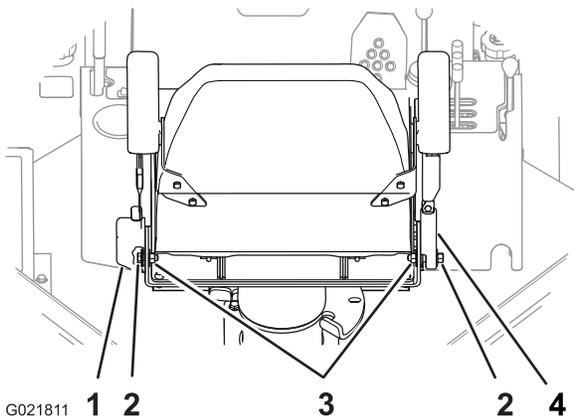

Figura 98
3. Verifique se os parafusos e porcas de fixação do retrator e fecho do cinto de segurança estão apertados com torque de 7,8 a 9,6 N-m (69 a 85 pol.-lb); consulte a Figura 98.